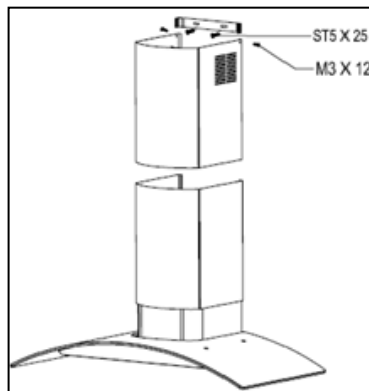

图. 8
- 请用配套的两个 M3 x 12 螺丝固定内罩到安装架。(图. 8)。